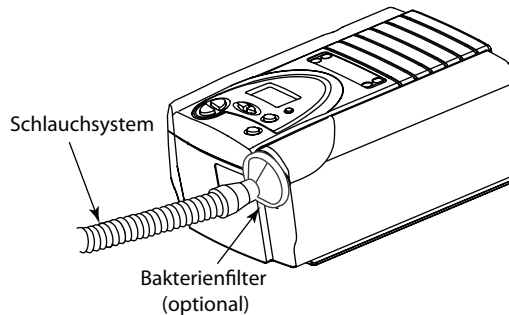

Abb. 5-2 Anschließen des Schlauchsystems an den Ausgangsanschluss
1. Ein Ende des Schlauchsystems mit dem Ausgang des Bakterienfilters verbinden (falls ein solcher verwendet wird), und den Eingang des Bakterienfilters an den großen Anschluss am Gerät anschließen (siehe Abb. 5-2).